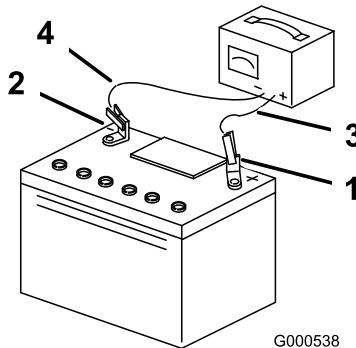

Figura 50
- Quando la batteria è completamente carica, staccate il caricabatterie dalla presa elettrica e scollegate i cavi di ricarica dai poli della batteria (Figura 50).